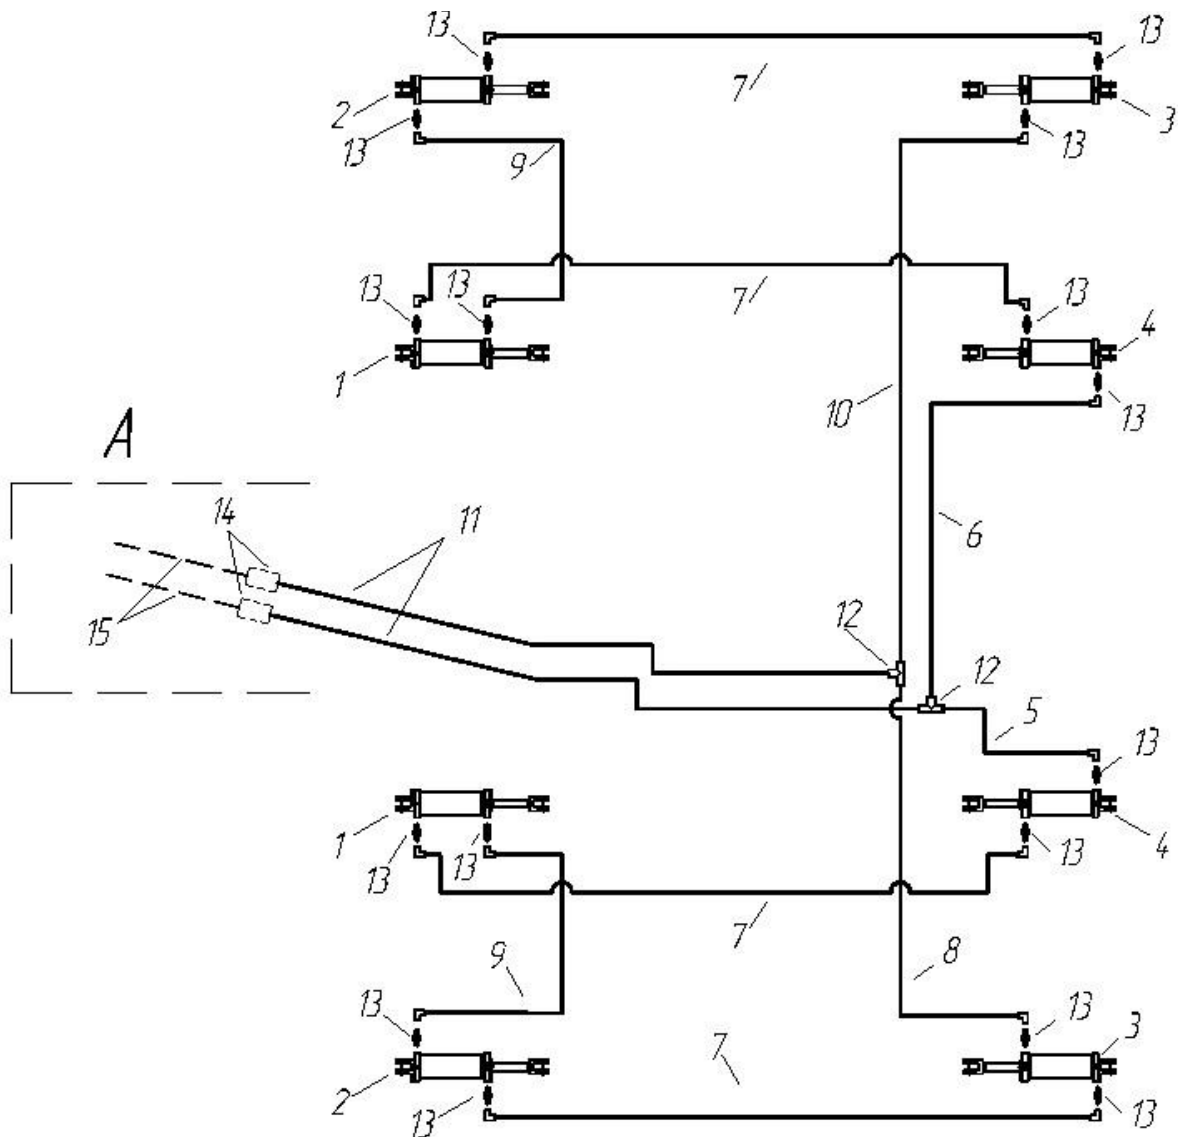

Рис.4.6.3 Схема установки гидроцилиндров и шлангов ПК-8.5,9.7,12.2
**Внимание!** С особой внимательностью подойдите к сборке гидросхемы. Неправильная сборка может привести к поломке посевного комплекса уже на стадии сборки и прокачки гидросистемы. Например, если неправильно подключить (подать на одном цилиндре давление в штоковую полость, а на втором – в поршневую) задние гидроцилиндры на центральной раме (поз.4, рис. 4.6.3, 4.6.3.1, 4.6.3.2), то может произойти скручивание узла качающегося вала (п.7, рис.7.1.1). Это приведет к изменению геометрии рам всего посевного комплекса и нарушению равномерности глубины обработки и высева семян по ширине захвата.